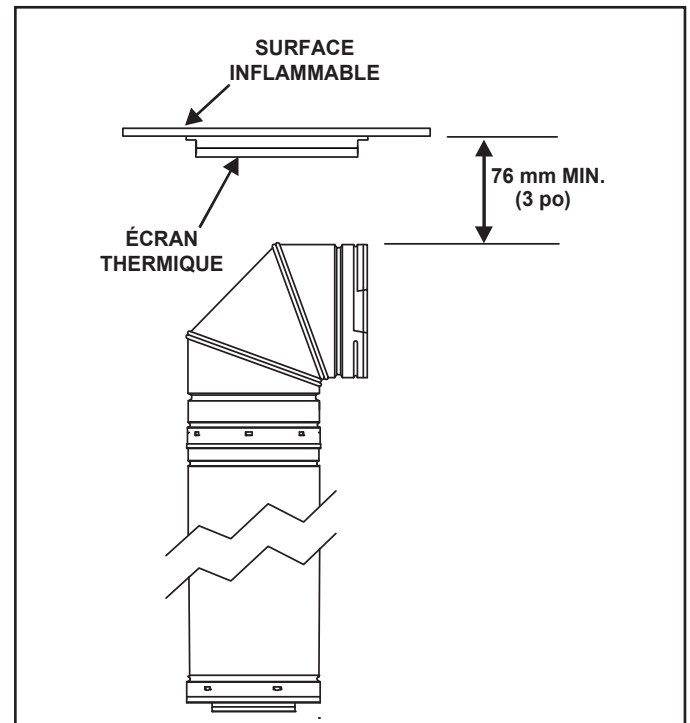

Figure 4.9
3. Déterminez si l'écran thermique est nécessaire. Pour ce faire, mesurez la distance verticale entre la surface horizontale supérieure du coude et toute surface combustible au-dessus. Si la distance est supérieure à 101 mm (4 po), L'écran thermique **N'EST PAS** nécessaire. S'il est de 101 mm (4 po) ou moins, le bouclier thermique **EST REQUIS**. Installez selon les étapes suivantes. Voir la figure 4.9.